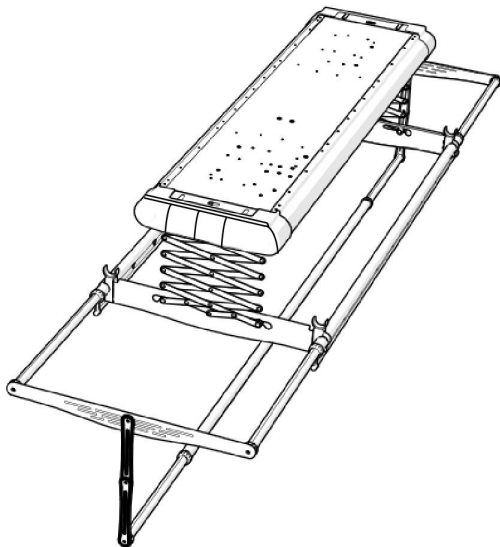

图 10
- d. 安装被杆（只针对三杆机型）：用 c 项方法将被杆组件连接在两端被杆挂环组件之间。安装完成如图 10 示。